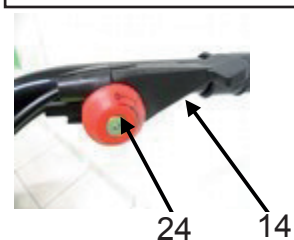

Fig. 3A
- 1) Vor dem Übergang vom Vorwärts- in den Rückwärtsgang und umgekehrt muss immer der rote Kupplungshebel (Abb. 3A, Nr. 1) hochgestellt werden.
- 2) Vor dem Einkuppeln der Zapfwelle muss der rote Kupplungshebel (Abb. 3A, Nr.1) hochgestellt werden.
- 5) Den Hebel zum Einlegen des Rückwärtsgangs niemals mit Gewalt einlegen; ggf. prüfen das der Zapfwellenhebel (Abb. 3A, Nr. 13) ausgeschaltet ist.